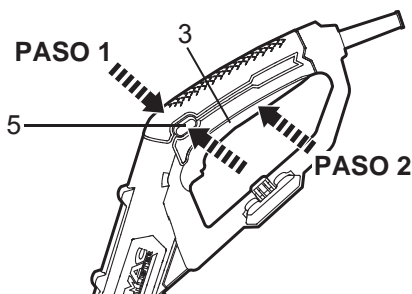

Fig.9
- > Presione el botón de desbloqueo (5) por ambos lados y manténgalo en esta posición.
- > Pulse el interruptor de encendido/apagado (3) para encender el aparato (Fig. 9).
- > Libere el interruptor de encendido/apagado (3) para apagar la podadora.